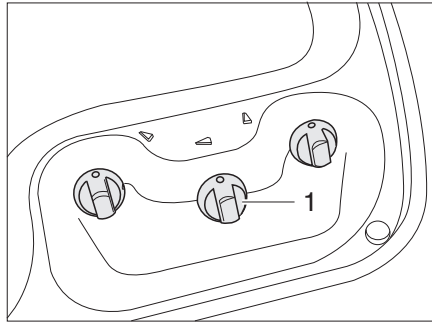
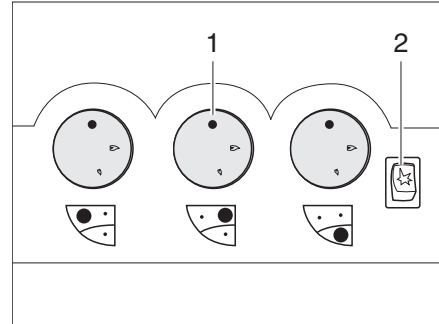

Bild 341 Reglage, knappar för gasspis (utan Piezo-tändknapp)
Bild 342 Reglage, knappar för gasspis (med Piezo-tändknapp)
- Vrid vridregulatorn (Bild 341,1 eller Bild 342,1) till önskad låga till tändningsläge (stor låga).
- Om en tändknapp (Bild 342,2) finns tillgänglig: Skapa en gnista genom att trycka på tändknappen.